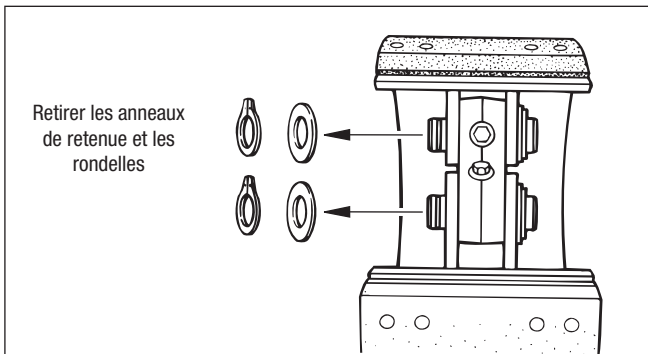

Figure 23 – Dépose des anneaux de retenue et des rondelles
3. Retirer le ressort-arrêt et la rondelle, côté tambour de chaque axe de segment. Cf. Figure 23.